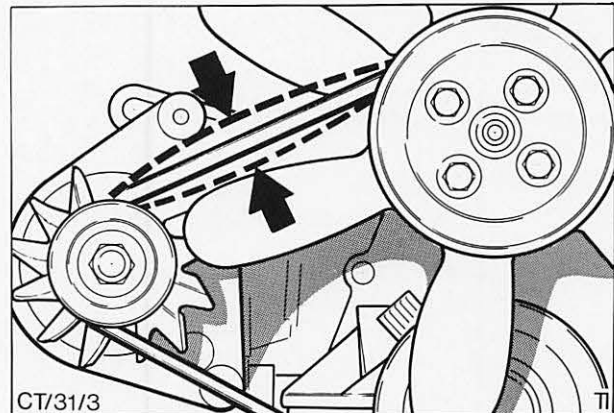

Abb. 9 Keilriemenspannung prüfen
2. Keilriemenspannung prüfen. Abb. 9.